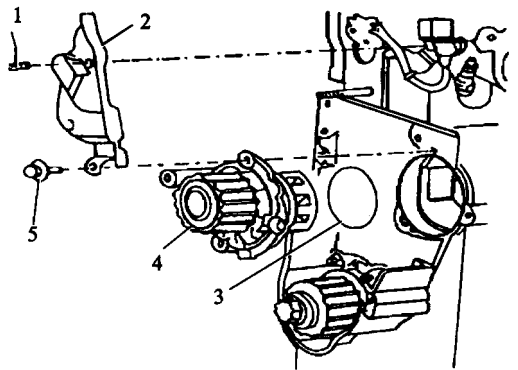

图 1-12 水泵、正时齿轮及相关零件装配关系
- (1) 拆下同步带的上、中防护罩。
- (2) 将曲轴调整到第一缸上止点位置。
- (3) 拆下凸轮轴上的同步带,但不必拆下曲轴 V 带轮。保持同步带在曲轴同步带轮上的位置。
- (4) 旋下螺栓,拆下同步带后防护罩。
- (5) 拆下水泵,小心地将其拉出,如图 1-12 所示。